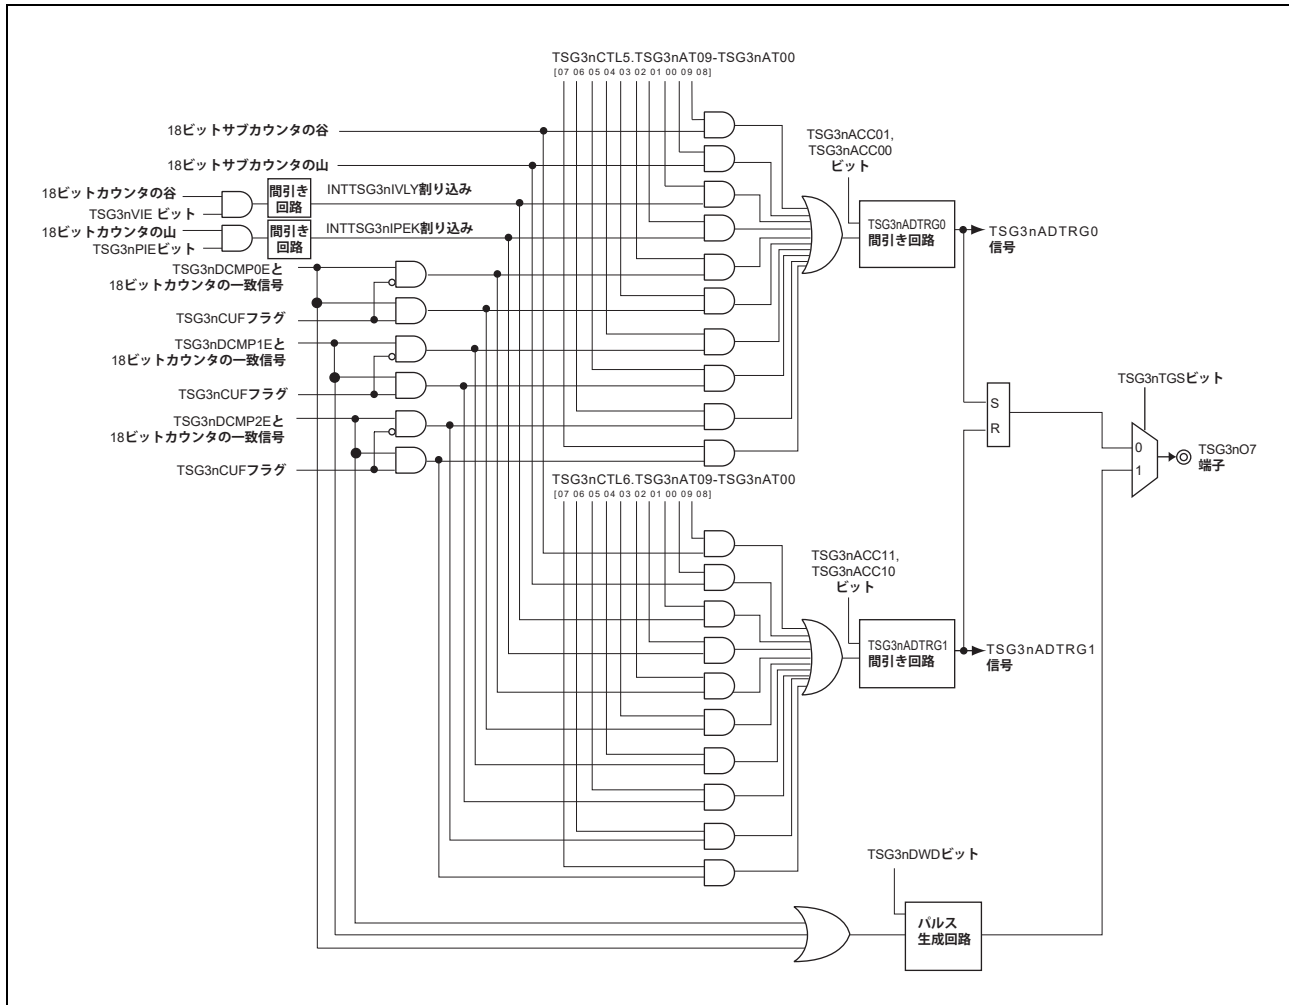

図 19.40 A/D 変換トリガ、ダイアグ出力制御回路
図 19.40 のように、TSG3nDCMP0E-TSG3nDCMP2E と 18 ビットカウンタのコンペア一致と山割り込み (INTTSG3nIPEK)、谷割り込み (INTTSG3nIVLY) の割り込み信号、18 ビットサブカウンタの山タイミング、18 ビットサブカウンタの谷タイミングを選択し、論理和 (OR) をとった信号を生成することができます。